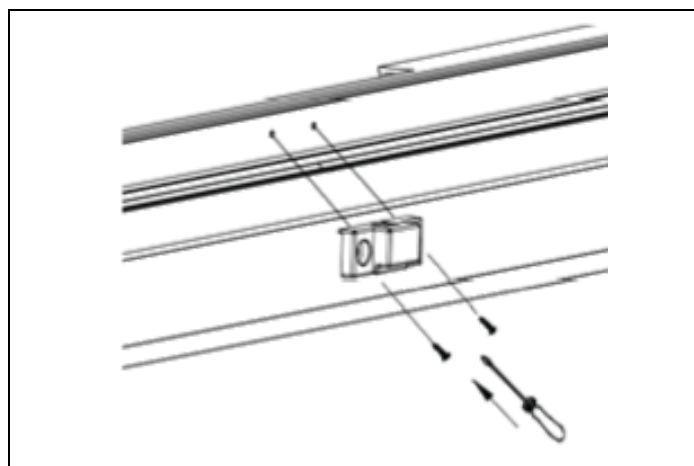

Fig. 6
- 6) Fissare preventivamente la staffa al pannello dello sportello utilizzando viti per legno ST3,9x16, seguendo le dimensioni indicate nella Fig. 6.